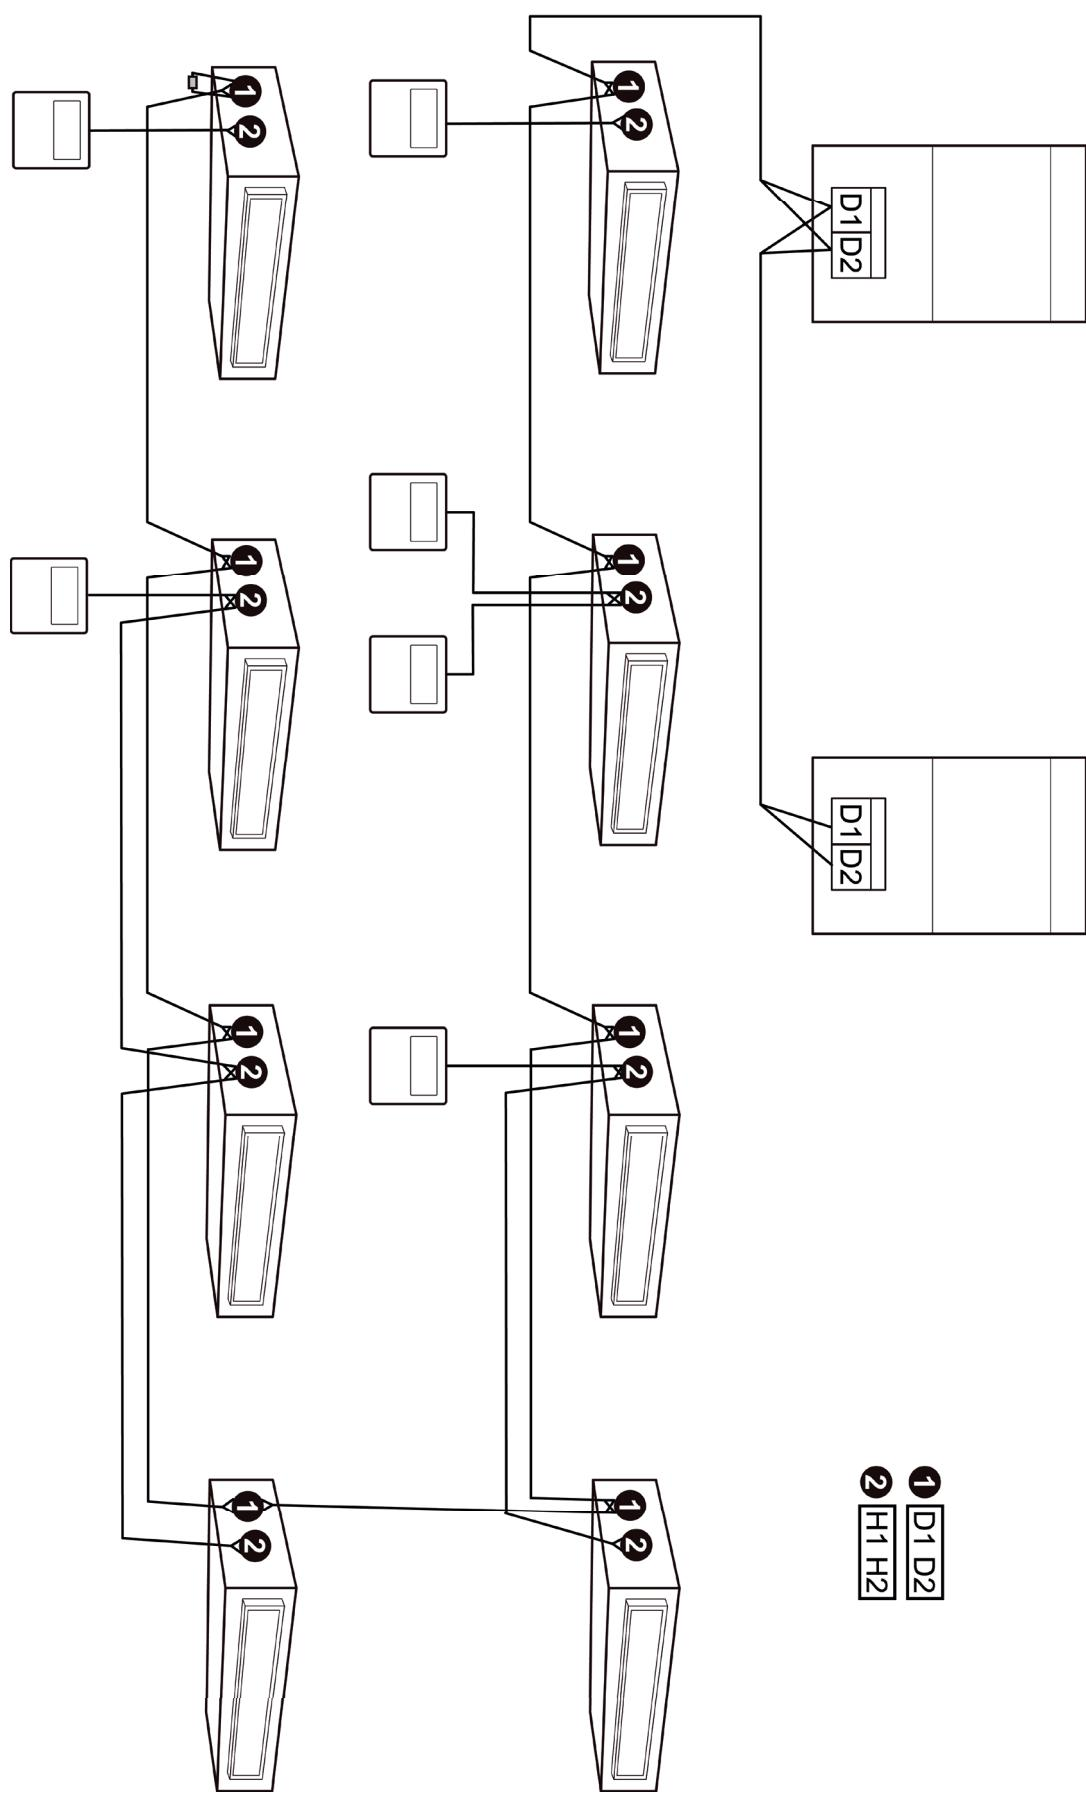

Fig. 5.7
- (1) La comunicazione tra l'Unità Interna e l'Unità Esterna è D1, mentre la comunicazione tra ogni Unità Interna è D2.
- (2) La comunicazione tra l'Unità Interna ed il Filocomando è H1, H2.
- (3) Una Unità Interna può essere collegata a due filocomandi che devono essere impostati uno come Master e l'altro come Slave.
- (4) Un Filocomando è in grado di controllare 16 Unità Interne nello stesso tempo (vedi Fig. 5.7).